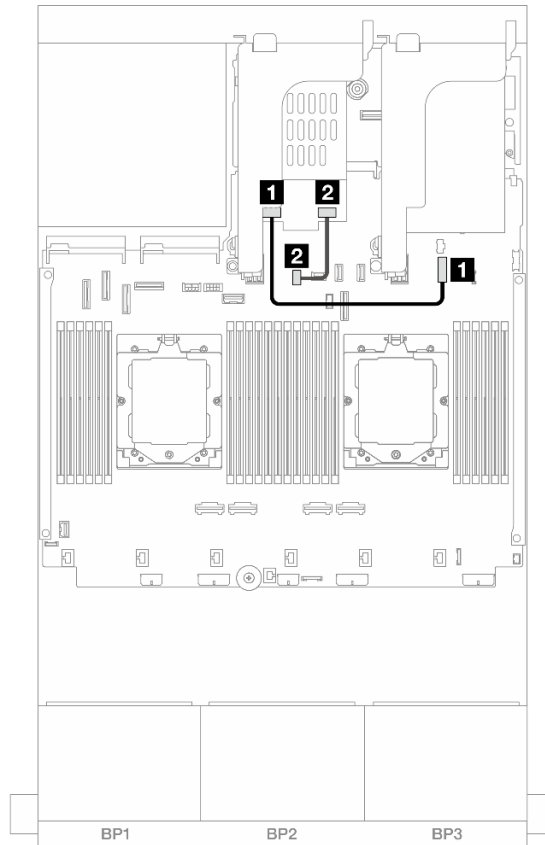

Рис. 325. Прокладка кабелей NVMe
- Рис. 325 «Прокладка кабелей NVMe» на странице 394